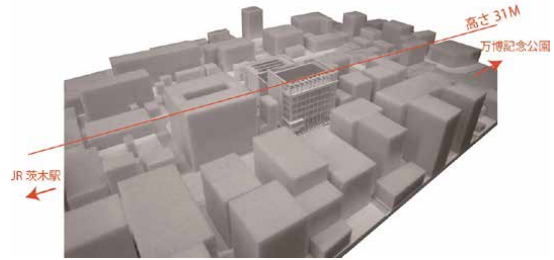

図1: スカイラインを揃えた建物計画
- JR茨木駅の駅前通りに面した敷地で周辺建物とスカイラインを揃えるため、建物高さを31mに抑え調和を図っている(図1)。東西両隣がマンションのため、東西面は最低限の開口部に留め、周辺建物との共存を図っている。また信用金庫の拠点である本店建物のため、敷地内で業務を継続しながら、愛着ある土地を離れずに建物の建て替えを行った。